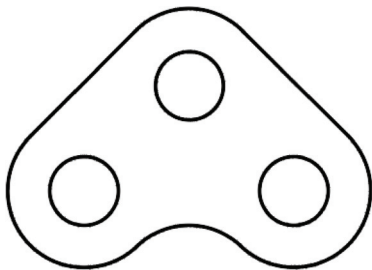

图 12-9 原始图形
- 1** 打开“自动约束即学即练.dwg”文件，该文件中存在的原始图形如图 12-9 所示。